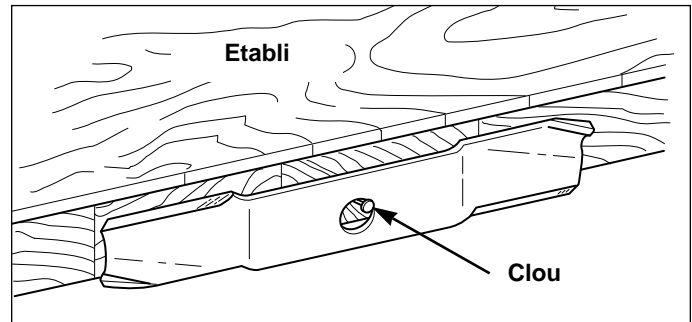

Figure 25. Equilibrage de la lame
5. Equilibrer la lame comme illustré à la Figure 25. Centrer le trou de la lame sur un clou lubrifié d'une goutte d'huile. Une lame équilibrée doit rester à l'horizontale.